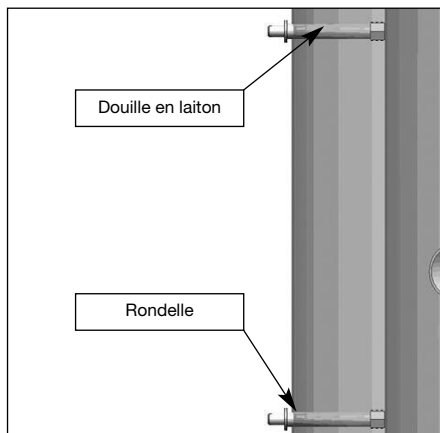

Fig. 6.3
- Monter l'isolation du ballon d'eau chaude (1) (*Dans les fig. suivantes, l'isolation est illustrée de manière transparente*)
- Faire glisser les 2 douilles en laiton et rondelles sur les tiges filetées (voir fig. 6.3)